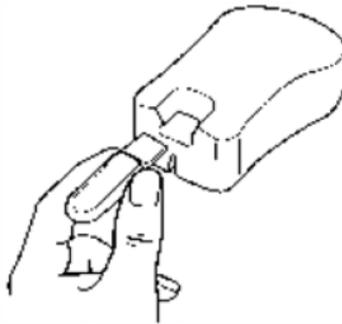

Abbildung 10 Positionierung des FingerSim™ im Halter
Legen Sie das kurze, flache, farbcodierte Ende des FingerSim™ in die vorgesehene Aussparung an einem Ende des FingerSim™ Halters ein. Fassen Sie den FingerSim™ am farbcodierten Ende und drücken Sie ihn vorsichtig in den Halter, bis er den Endpunkt des Halters erreicht (siehe Abbildung 10).
**VORSICHT** Falsches Einlegen des FingerSim™ in den Halter kann ein Zerschlagen zur Folge haben. Legen Sie den FingerSim™ gemäß Abbildung 10 ein.